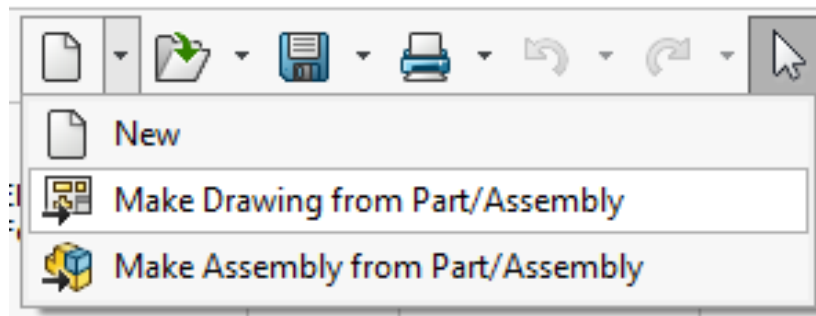

Рисунок 11.1 – Кнопка Make Drawing from Part/Assembly у розкритому меню New
1. Виберіть кнопку **Make Drawing from Part/Assembly** (Створити креслення з деталі/збірки) у розкритому меню **New** в **Menu Bar** (рис. 11.1). Після цього відкриється діалогове вікно **Sheet Format/Size** (Формат/Розмір аркуша), як показано на рисунку 11.2.